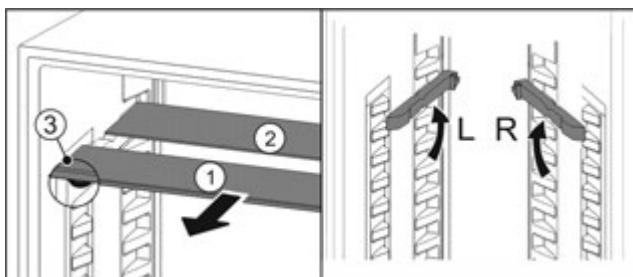

Fig. 57
- Посуньте Fig. 57 (1) скляну панель вперед.
- Скляна панель Fig. 57 (1) з декоративною планкою лежить спереду.
- Стопори Fig. 57 (3) показують вниз.